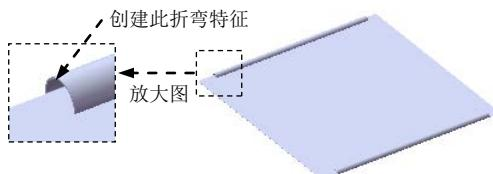
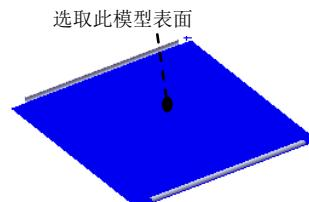
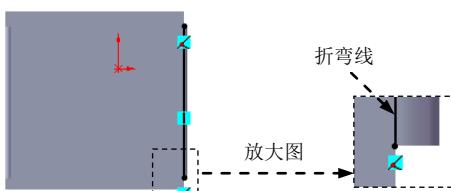
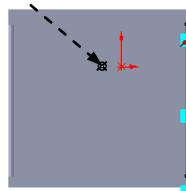

图 17.11.32 创建绘制的折弯 2
图 17.11.33 定义草图平面
图 17.11.34 横断面草图
图 17.11.35 固定侧的位置
Step7. 创建图 17.11.32 所示的钣金特征——绘制的折弯 2。选择下拉菜单 **插入(I)** → **钣金(H)** → **绘制的折弯(S)...** 命令；选取图 17.11.33 所示的模型表面为草图平面，绘制图 17.11.34 所示的横断面草图；定义图 17.11.35 所示的固定侧；在 **折弯位置** 选项中单击选中“材料在外”按钮 ，并在 **文本框** 中输入值 90。单击 按钮，完成绘制的折弯 2 的创建。